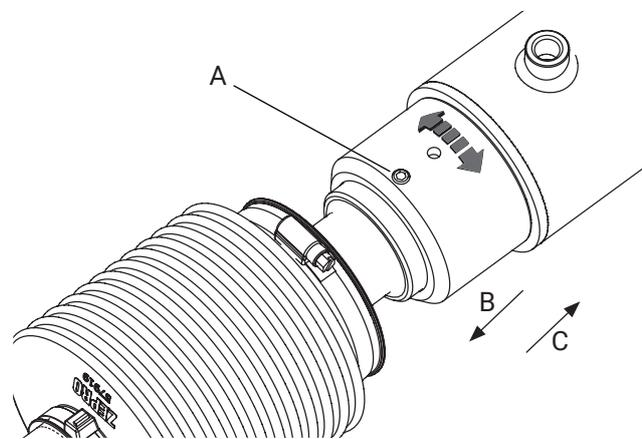

Abbildung 32. Anschlag und Verriegelungsschrauben
7. Am an der Ladebordwand montierten Kippzylinder die Verriegelungsschraube (A) lösen. Den Anschlag komplett in Richtung der Ladebordwand zurückschrauben (B). Siehe Abbildung 32.
9. Den Anschlag vollständig an der Oberseite des Zylinders ausrichten (C). Abbildung 32.
10. Die Einstellung mit der Verriegelungsschraube (A) sichern.
Siehe Abbildung 32. **Anzugsdrehmoment: 3-5 Nm**